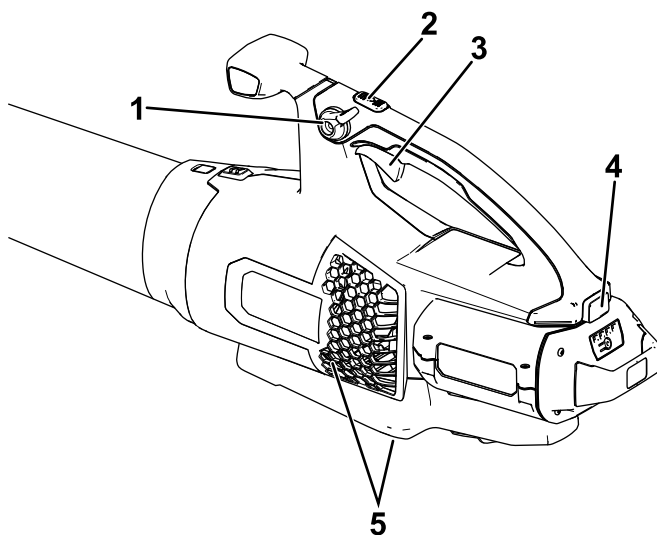

Figure 7
4. Pour mettre le souffleur en marche, serrez la gâchette de vitesse variable (**Figure 7**).
Remarque: Enclenchez le blocage de vitesse pour garder l'appareil en marche sans avoir à appuyer sur la gâchette de vitesse variable (**Figure 7**).
Pour obtenir des performances optimales (débit d'air), appuyez à fond sur la gâchette de vitesse variable, puis maintenez le bouton Turbo Boost enfoncé pendant la durée souhaitée (**Figure 7**).
Pour régler le débit du souffleur en marche, serrez la gâchette de vitesse variable (**Figure 7**).
Pour maintenir le débit d'air actuel, engagez le blocage de vitesse (**Figure 7**).
Pour arrêter le souffleur, déverrouillez le blocage de vitesse (le cas échéant) et relâchez la gâchette de vitesse variable (Figure 7).